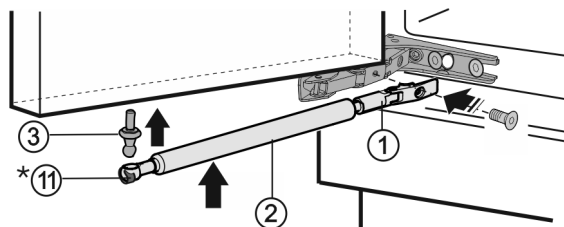

Fig. 9
- ▶ Visser le pivot sphérique Fig. 9 (3) à fond dans le nouveau trou de fixation **avec 3 lb-ft (4 Nm)** (Torx® 25).
- ▶ Remettre le ressort tendeur Fig. 9 (11) à l'intérieur.*
- ▶ Visser le support Fig. 9 (1) avec un couple de serrage de **2.5 lb-ft (3 Nm)**.
- ▶ Accrocher l'amortisseur Fig. 9 (2) de fermeture au tourillon.